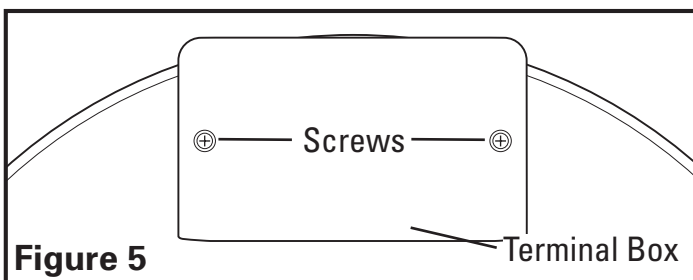

Figure 5
1. Remove the screws securing the terminal box cover plate located on the side of the fan. All fan motor connections are prewired to an electrical terminal strip. A 3/8" romex type cable restraint connector will be needed to secure the wiring through the knockout provided on the side of the terminal box (**Figure 5**).
1. Enlever les vis qui fixent la plaque de couvercle de la boîte de raccordement située sur le côté du ventilateur. Toutes les connexions du moteur du ventilateur sont pré-filées à un terminal de raccordement électrique. Un serre câble de type romex de 97 mm sera requis pour fixer le câblage au travers de l'alvéole défonçable fournie sur le côté de la boîte de raccordement (**Figure 5**).